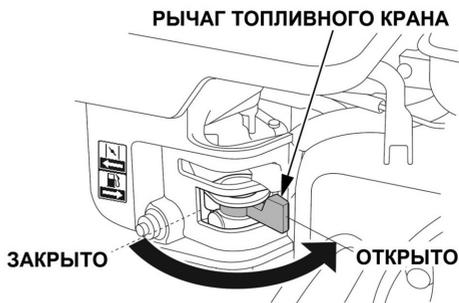

Рис. 28. Рычаг топливного крана
- Откройте топливный кран переводом рычага вправо (Рис. 28).